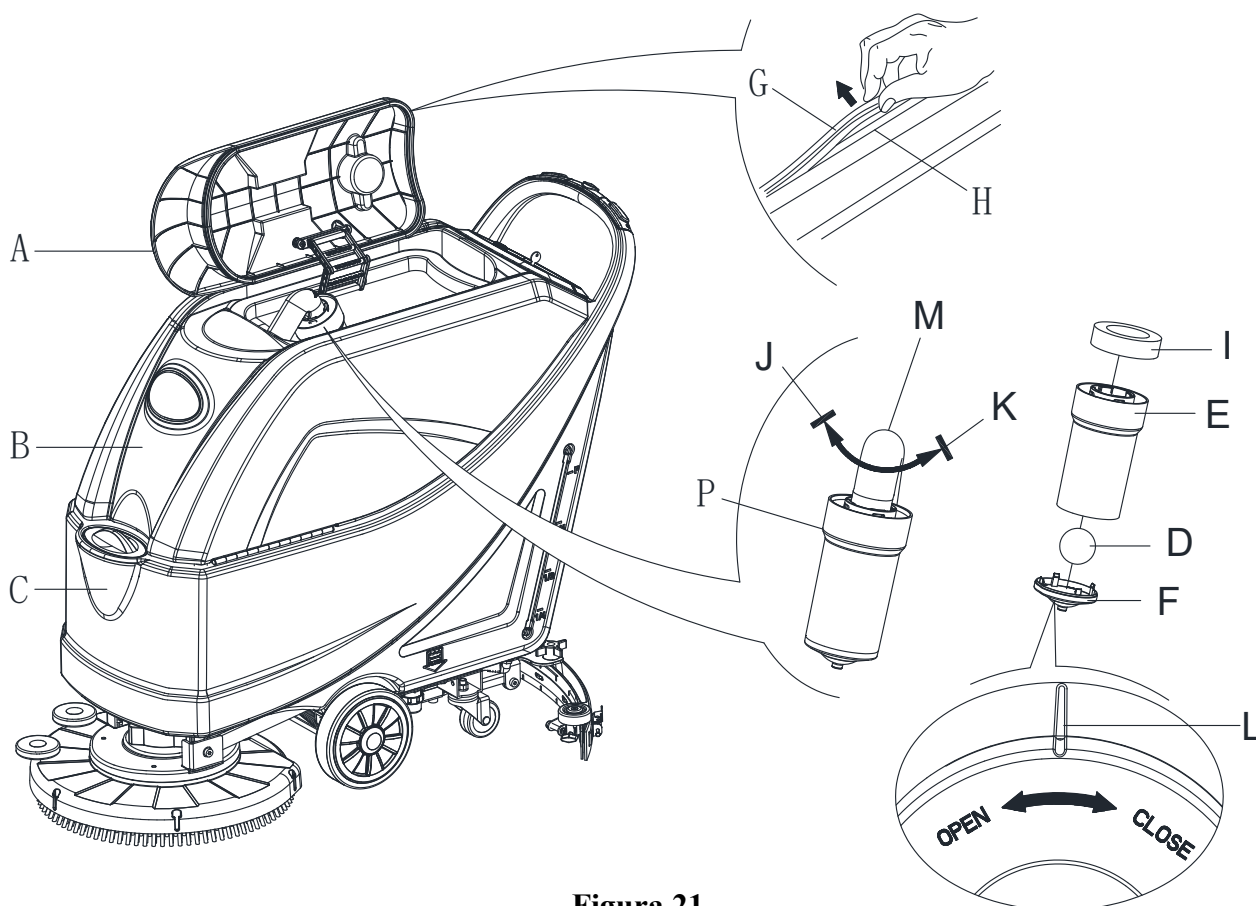

Figura 21
2. Assicurarsi che la macchina sia spenta e la chiave di accensione (54) sia stata rimossa.
3. Ruotare il coperchio del serbatoio di raccolta (A, Figura 21) di 90 gradi in modo da poterlo estrarre dal serbatoio, estrarre quindi il filtro galleggiante (P) dal serbatoio.
5. Se necessario, seguire I simboli "APERTO" e "Chiuso" come mostra la (Figura 21) per aprire il coperchio sul fondo (F) del filtro galleggiante e pulire il galleggiante (D), il telaio di supporto del filtro (E) e la spugna filtro (I). Dopo la pulizia, fissare il galleggiante (D) al telaio di supporto del filtro (E) e quindi allineare il marchio (L) del tappo inferiore (F) del filtro galleggiante con il marchio (L) del telaio di supporto del filtro galleggiante (E). Avvitare bene il tappo sul fondo del filtro galleggiante, e fissare la spugna filtro (I) sul telaio di supporto del filtro galleggiante (E). Infine, collegarlo al tubo di aspirazione (M).
7. Verificare che la superficie di contatto della guarnizione (G) sia integra e che sigilli correttamente. Se necessario, togliere la guarnizione dal binario (H) e sostituirla. Montare la nuova guarnizione come mostrato nella (Figura 21), la giunta dovrebbe essere dietro in mezzo.
8. Chiudere il coperchio del serbatoio di raccolta (A).